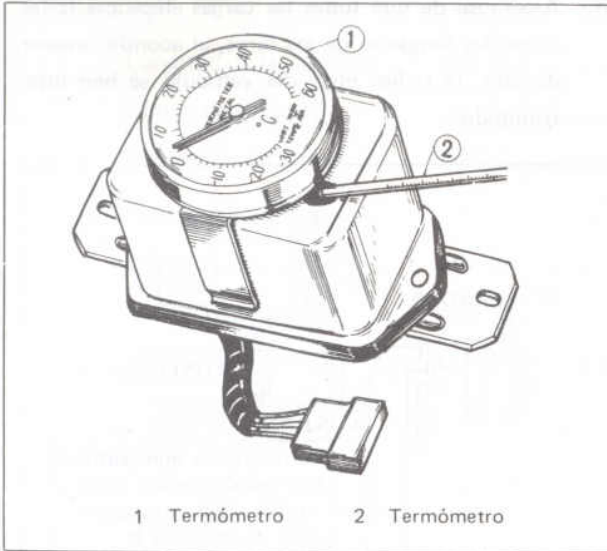

Fig. EE-54 Medición de la temperatura de la cubierta del regulador
2. En el regulador compensado de sobre temperatura, es necesario comprobar la temperatura de la cubierta del regulador según se varía el voltaje de regulación de acuerdo con la temperatura circundante. En este caso, use un termómetro o un termómetro cilíndrico con magilla como se muestra en la figura EE-54.